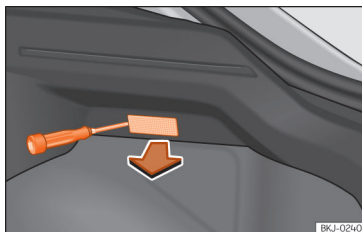

Abb. 112 Gepäckraumleuchte*
- Nehmen Sie das Lampenglas der Glühlampe durch Druck mit einem Schraubenzieher auf dessen Unterkante ab »» **Abb. 112.**